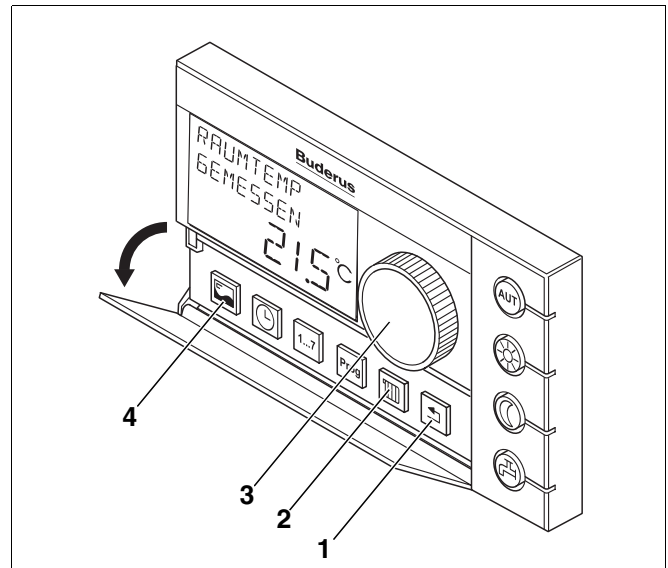

Abb. 42 Bedieneinheit RC30
- Serviceebene der Bedieneinheit RC30 aufrufen, hierzu die Tasten „Anzeige“, „Heizkreis“ und „Zurück“ (Abb. 42, **Pos. 4, 2, 1**) gleichzeitig drücken. Im Display erscheint „SERVICEMENUE SPRACHE“.
- Mit dem Drehknopf (Abb. 42, **Pos. 3**) „SERVICEMENUE MONITORDATEN“ auswählen.
- Taste „Anzeige“ (Abb. 42, **Pos. 4**) drücken und Drehknopf auf Menüpunkt „MONITORDATEN KESSEL“ drehen.